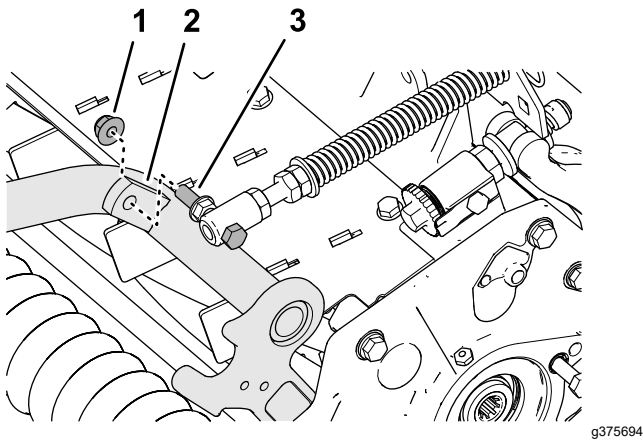

図 10
4. ターフ補正 Springs のキャップスクリューを、キャリアフレームの右側タブに組み付ける図 10 フランジロックナット $\frac{3}{8}$ "を使用する。